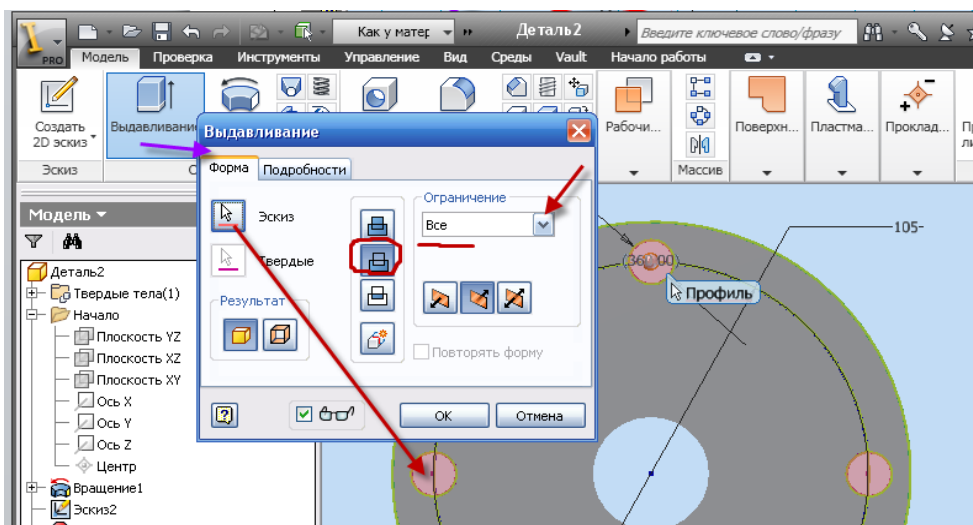

Рис. 3.13. Диалоговое окно **Выдавливание**
- Выберите поочередно 4 окружности, перемещая курсор в созданные окружности и щелкая внутри кнопкой мыши (выбранные объекты должны подсветиться). В диалоговом окне (*рис. 3.13*) нажмите